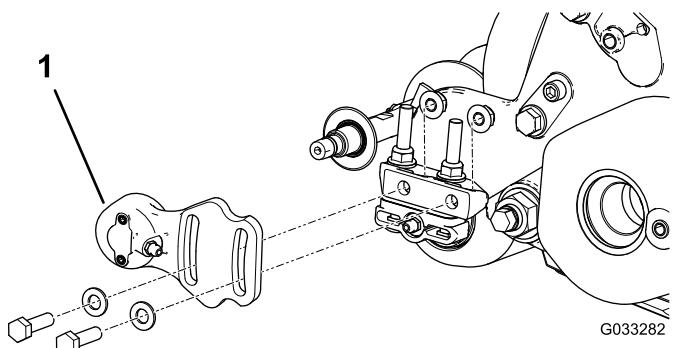
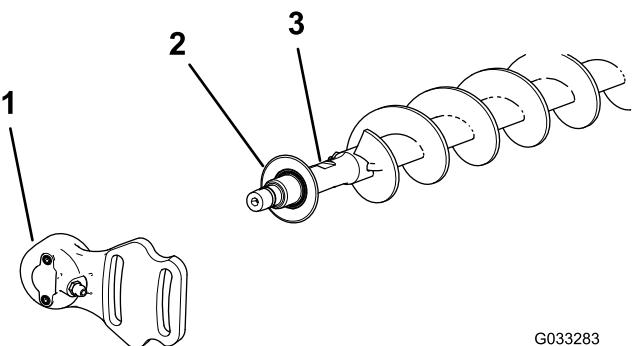

图 20
图 21
1. 如果滚刀组上安装有一个滚筒刷应拆下将非传动轴承座固定到轴承座安装支架图 20 和 图 21 上的 2 个螺栓、垫圈和螺母。
2. 滑动非传动轴承座和防尘圈从刷轴上取下来图 21。
9. 把防尘圈和非传动轴承座安装到刷轴上 图 21。